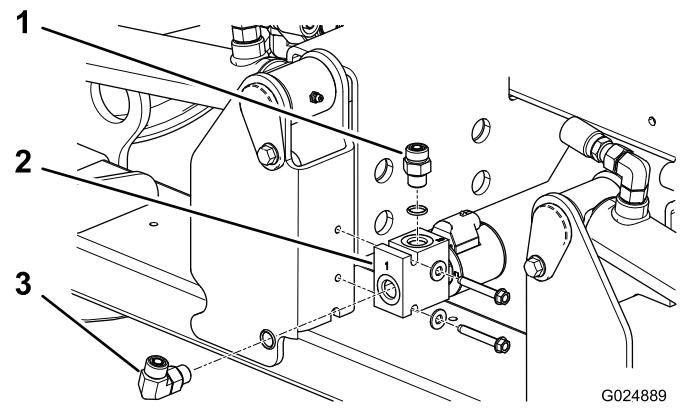

Figura 6
2. Monte el distribuidor izquierdo de bloqueo de la carcasa en el tubo del bastidor con 2 tornillos autorroscantes ($\frac{1}{4}$ " x $1\frac{1}{4}$ "). Posicione el distribuidor según se muestra en Figura 6.
3. Instale el acoplamiento hidráulico recto en la parte superior del colector (Figura 6).
4. Instale el acoplamiento hidráulico de 90 grados en el extremo del colector (Figura 6).